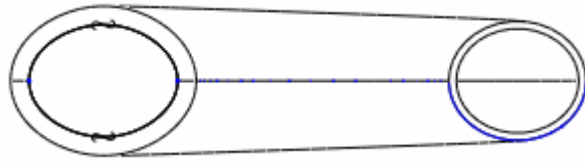

图 61-18
- (4) 在草绘环境中使用“通过边创建图元”工具 ，选中椭圆端面内边线，如图 61-18 所示。